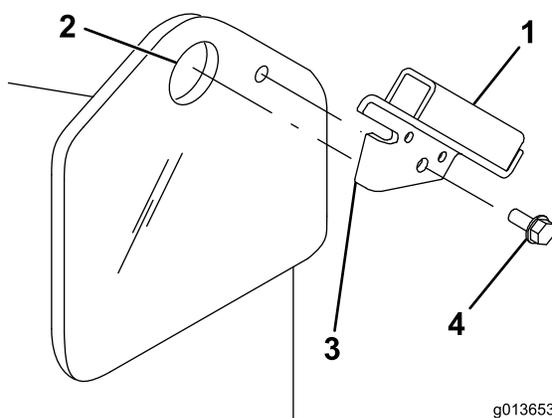

Figura 3
1. Inserite l'aletta della staffa dello schermo di protezione nel foro del punto di sollevamento sulla trattoria, allineando il foro sulla staffa al piccolo foro sul telaio della trattoria (Figura 3).
sollevamento e la staffa deve trovarsi all'esterno del telaio (Figura 3).
2. Fissate la staffa al telaio con una vite autofilettante (Figura 3).